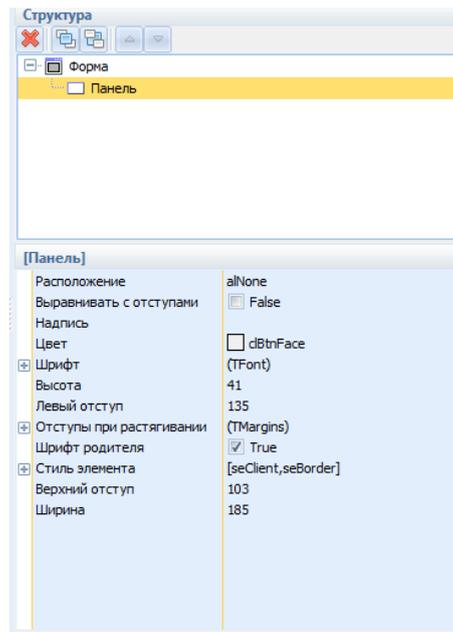

Рисунок 3.29 Свойства компонента Панель
- Верхний отступ – отступ в пикселях от верхней границы родительского компонента. Позиция учитывается только при заданном расположении allNone. При изменении расположения панели отступ автоматически изменяется (Рисунок 3.29).